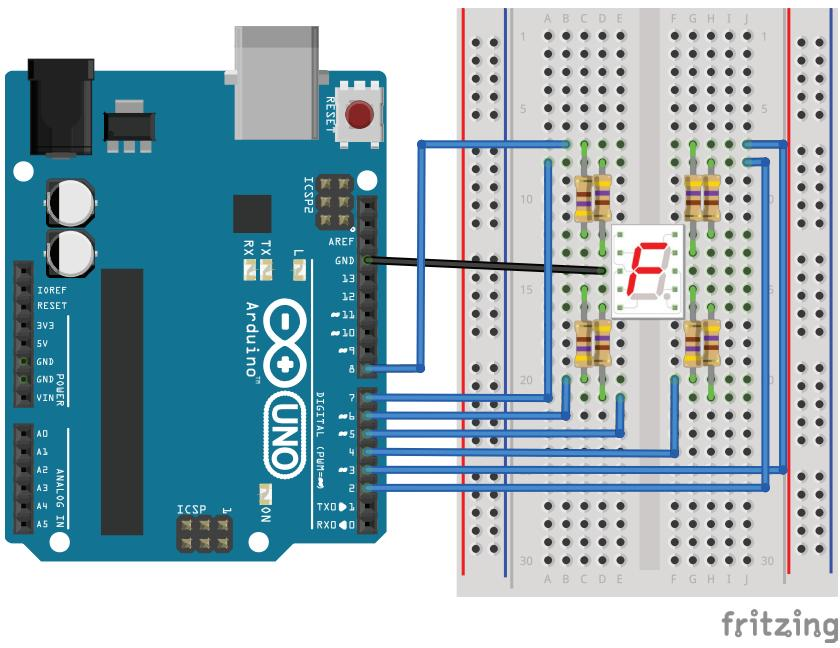

Рис. 6.2. Схема подключения семисегментного индикатора к Arduino
Для подключения одноразрядного светодиодного индикатора к Arduino будем задействовать 7 цифровых выводов, каждый из контактов a-g индикатора подключается к выводу Arduino через ограничительный резистор 470 Ом. В нашем эксперименте мы используем семисегментный индикатор с общим катодом ОК, общий провод подсоединен к земле. На рис. 6.2 показана схема подключения одноразрядного семисегментного индикатора к плате Arduino.
1. Подключаем семисегментный индикатор по схеме на рис. 6.2.